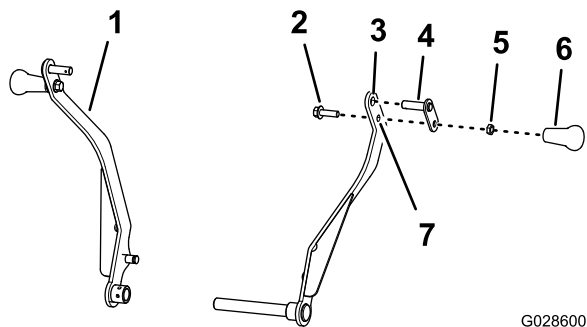

Рисунок 5
1. Вставьте ось поворота в верхнее отверстие рычага люльки (Рисунок 5).
3. Вставьте болт (3/8 x 1-1/4 дюйма) в нижнее отверстие рычага люльки и отверстие держателя шарнирного пальца (Рисунок 5), наверните стопорную гайку (3/8 дюйма) и затяните ее с моментом 15-17 Н·м.
4. Наверните ручку на болт (3/8 x 1-1/4 дюйма) так, чтобы она была плотно прижата к стопорной гайке, и затяните от руки (Рисунок 5).
5. Повторите пункты 1–4 для другого рычага люльки (Рисунок 5).